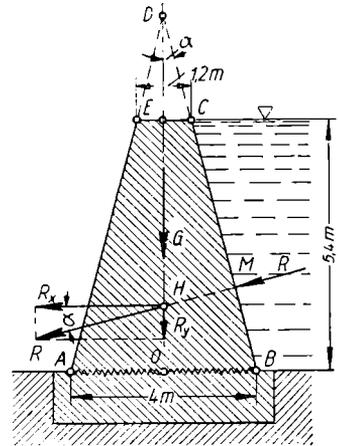

Bild 227
42. Eine Staumauer von 5,4 m Höhe hat den trapezförmigen Querschnitt nach Bild 227. Gesucht wird a) das Gewicht der aus Beton von der Wichte 2300 kp/m³ hergestellten Mauer bis zur Sohle AB für 1 m Länge; b) die Gesamtkraft des Wasserdrucks R für 1 m Mauerlänge; c) die Lage des Druckmittelpunktes M; d) die über die Sohlfläche AB gleichmäßig verteilte Druckspannung; e) die Biegespannung an der Sohle; f) die Spannungsdiagramme für die Sohlfläche.